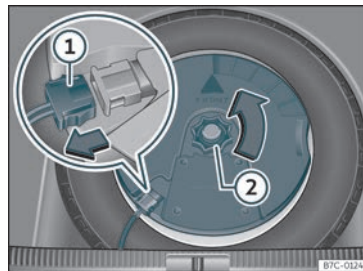

Fig. 198 Al maleter: desmuntar el subwoofer.
- Desconnecteu el cable de l'altaveu *subwoofer* » » » **fig. 198 ①**.
- Gireu la rodeta de fixació en sentit contrari a les agulles del rellotge » » » **fig. 198 ②**.